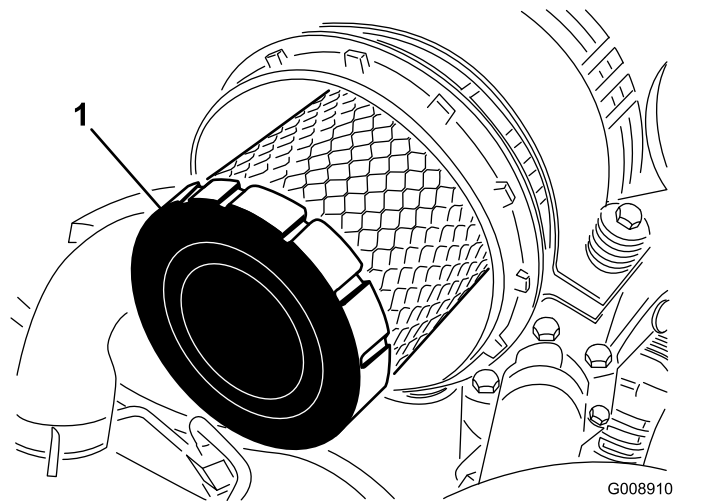

Figura 80
4. Retire el filtro primario (Figura 80).